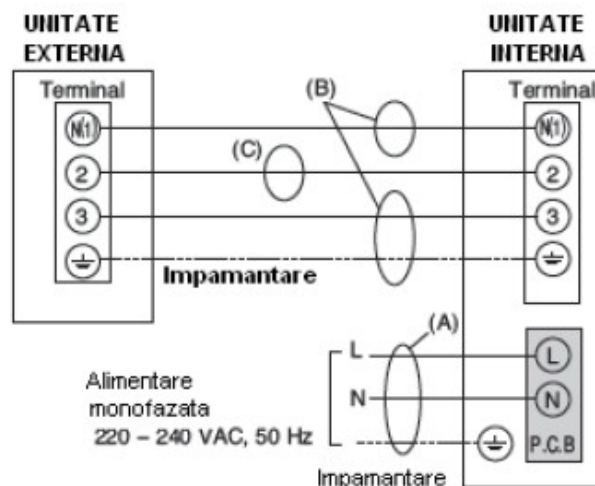

Fig.17. Schemă electrică aparat de aer condiționat
**D. Conectarea cablurilor electrice** se face cu respectarea exactă a schemei electrice conținute în manualul de instalare al aparatului de aer condiționat (Fig.17). Cablul de alimentare și cel de conectare între unități sunt furnizate împreună cu aparatul